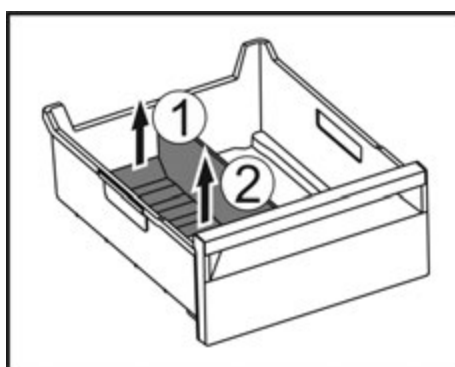

Fig. 67
- Підняти задню частину перегородки відділення для льоду. Fig. 67 (1)
- Вилучити перегородку рухом вгору. Fig. 67 (2)